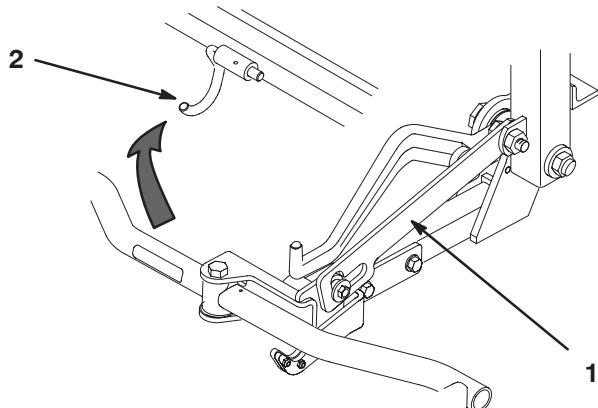

Figure 17
- C. Tirez la biellette fendue vers le haut et tournez le bâti de traction pour l'accrocher au crochet métallique (Fig. 17).